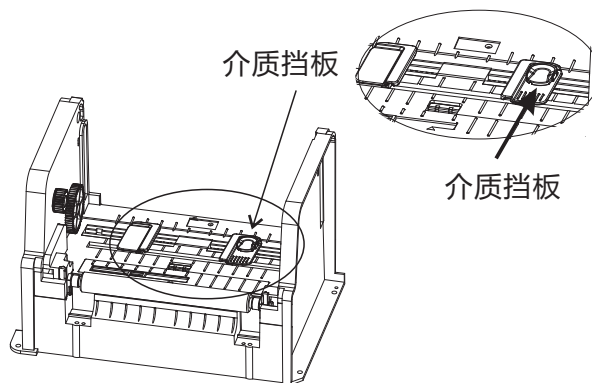

图10
2.7.5 如图10,向箭头所指方向推动介质挡板锁定按钮,然后左右移动介质挡板。将介质放在介质挡板居中位置,然后向箭头所指方向推动介质挡板锁定按钮同时,把介质挡板滑向中心位置,松手以后挡板会自动锁紧。保证介质处于介质挡板中心并不会左右移动。请不要用介质挡板挤压介质,否则会使介质弯曲,造成卡纸或进纸故障。